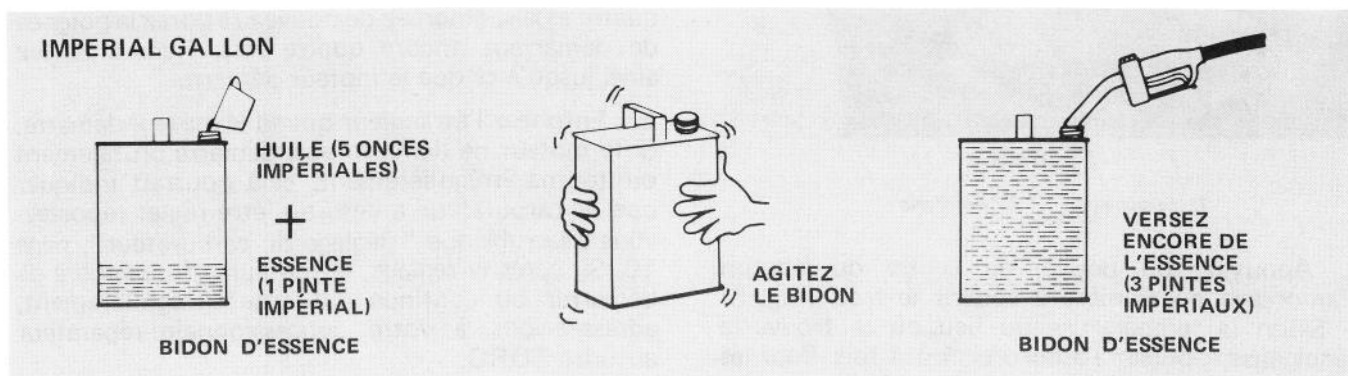

Figure 5B
1. Versez 1 pinte Impériale d'essence au plomb ORDINAIRE dans un bidon à essence (Fig. 5B).
2. Versez 5 onces impériales d'huile pour moteur à deux temps dans le bidon à essence (Fig. 5B). N'UTILISEZ PAS d'huile multigrade.
3. Agitez vigoureusement le bidon d'essence pour bien mélanger l'huile et l'essence (Fig. 5B). N'oubliez pas de mettre le bouchon sur le bidon d'essence avant de l'agiter.
4. Versez 3 autres pintes Impériales d'essence dans le bidon (Fig. 5B).